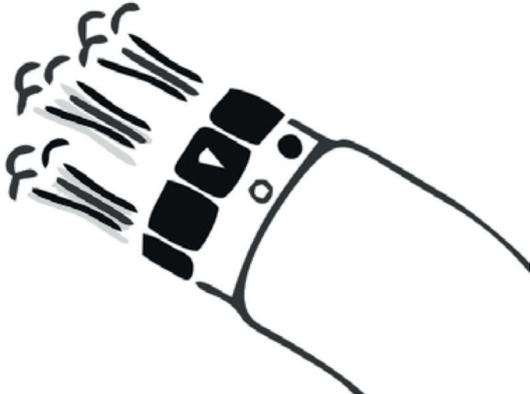

Abb.11 Modus Offen
- ❖ Sicherstellen, dass Luftanschluss im Modus Offen ist (siehe Abb.11).